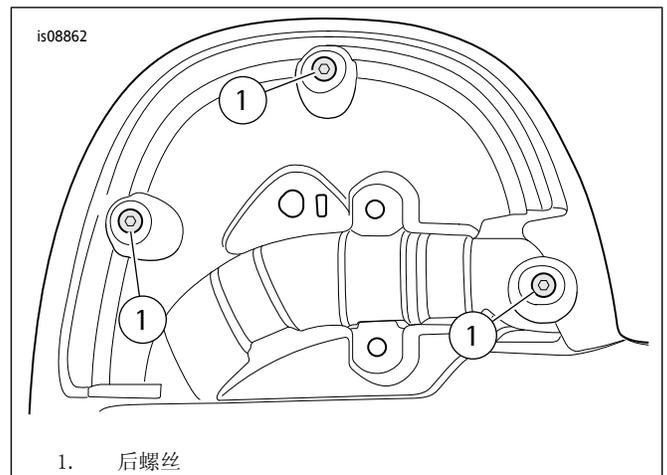

图8。后螺丝
9. 参见图8。从后部安装三个自攻音箱螺丝(1)。拧紧螺丝至1.3-2 N·m(12-18 in-lbs)。